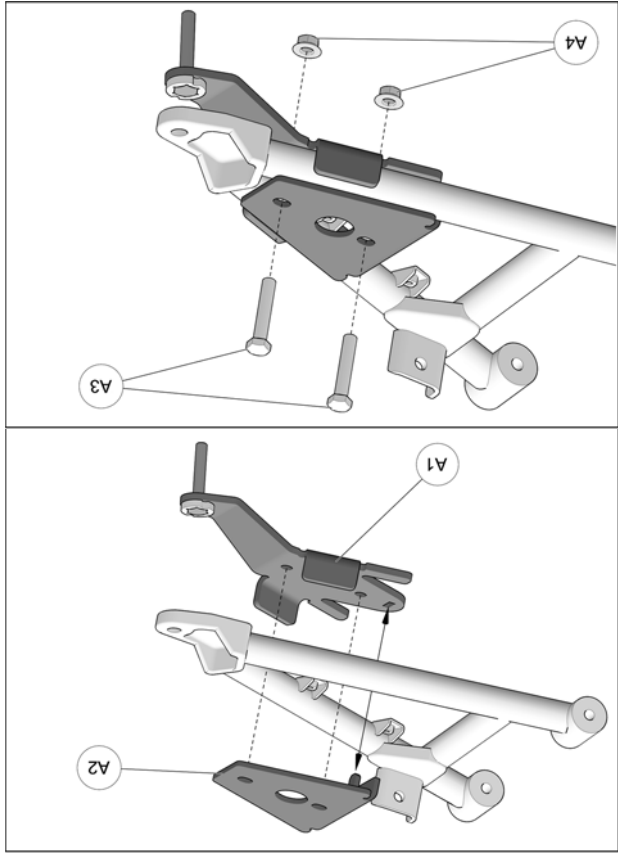

Fig. 15
5. Positionner la partie inférieure de l'ancrage anti-rotation (A1) sous le bras de suspension inférieur. Positionner la partie supérieure (A2) au-dessus du bras de suspension de façon à ce que les trous de la partie supérieure s'alignent avec ceux de la partie inférieure. Insérer les boulons M10x55mm (A3) par dessus de l'ancrage et assembler les deux parties avec les écrous (A4) fournis. Serrer l'assemblage à un couple de 50 N•m [37 lb•pi]. Voir la Fig. 15